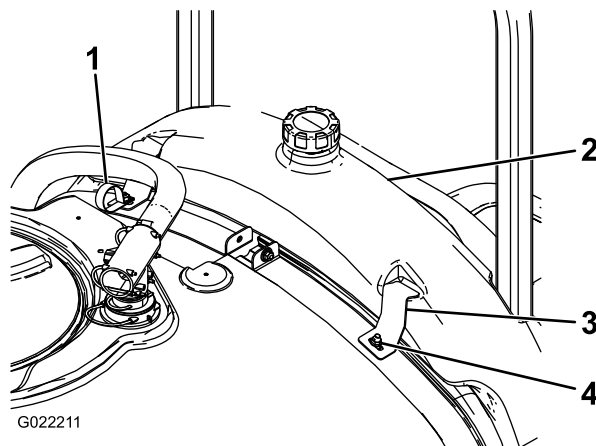

図 3
2. すすぎタンクを取り付ける(図3)。
を、先ほど取り付けしたキャリッジボルトに取り付ける（図 3）。